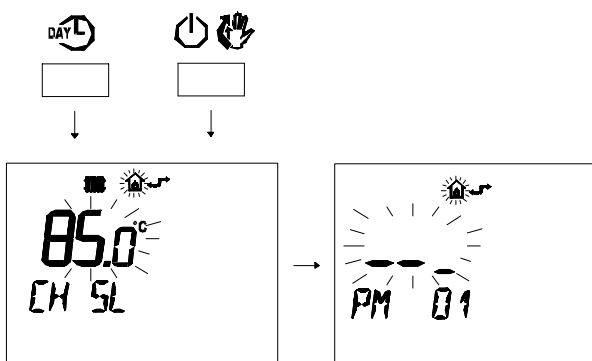

Figura 5.37
- Premere contemporaneamente i pulsanti  e  per entrare nella programmazione trasparente (Figura 5.37 )